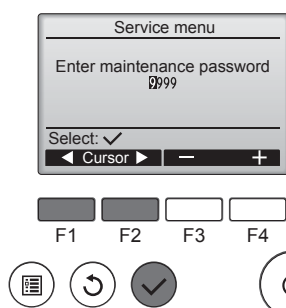

Fig. 7-2
- ① Wählen Sie „Service“ im Hauptmenü und drücken Sie die [F1]-Taste.
- ② Bei der Auswahl des Service-Menüs wird ein Fenster geöffnet, das zur Passwordeingabe auffordert. (Fig. 7-2)